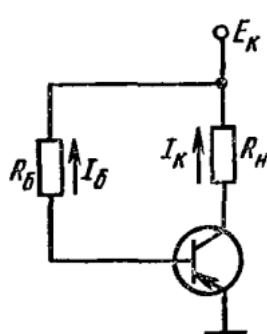

Рис. 2.34
**2.57.** В схеме, изображенной на рис. 2.34, используется транзистор с коэффициентом передачи тока базы  $\beta = 50$  и обратным током коллектора  $I_{KBO} = 10$  мкА. Напряжение источника питания  $E_k = -15$  В. Определить сопротивления  $R_b$  и  $R_h$ , если ток коллектора  $I_K = 1$  мА, напряжение коллектор – эмиттер  $U_{K3} = -6$  В.